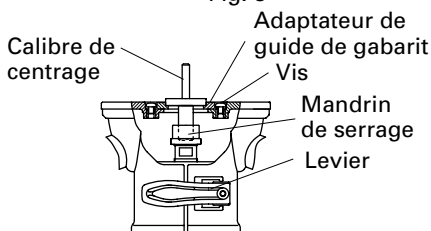

Fig. 9
- (2) Insérer le calibre de centrage dans l'orifice de l'adaptateur de guide de gabarit et dans le mandrin de serrage. (Fig. 9)
- (3) Serrer le mandrin de serrage à la main.
- (4) Serrer le levier. (Ceci aligne le centre de l'adaptateur de guide de gabarit.)
- (5) Serrer les vis de l'adaptateur de guide de gabarit, et retirer le calibre de centrage.